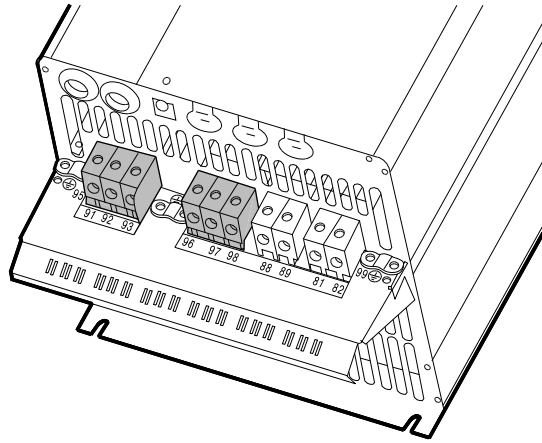

Fig. 19 Conexión de motor y red, C3
1. Conectar el conductor de tierra al terminal 95 (PE). Ver fig. 19 y 20.
1. Conectar el conductor de tierra al terminal 99 (PE). Ver fig. 19 y 20.
2. Conectar los conductores del motor a los terminales 96 (U), 97 (V), 98 (W).